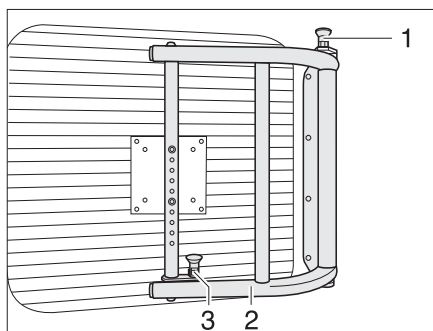

Fig. 63 Braccio orientabile per lo schermo piatto
- Tirare verso l'alto i bottoni di sbloccaggio (Fig. 63,1 e 3), per sbloccare il braccio orientabile.
- Orientare lo schermo piatto con il supporto (Fig. 63,2) nella posizione desiderata.